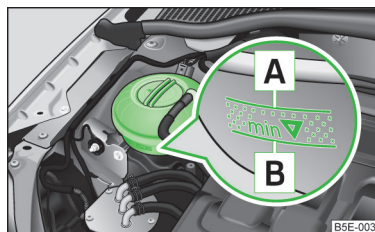

Fig. 185
Per il rabbocco si consiglia di utilizzare solo l'antigelo indicato sul serbatoio di espansione liquido di raffreddamento.» fig. 185 a pagina 232
- Non riempire il liquido di raffreddamento al di sopra della tacca **A** » fig. 185 a pagina 232.
- Controllare il livello di liquido di raffreddamento nel serbatoio di espansione del liquido di raffreddamento » fig. 185.